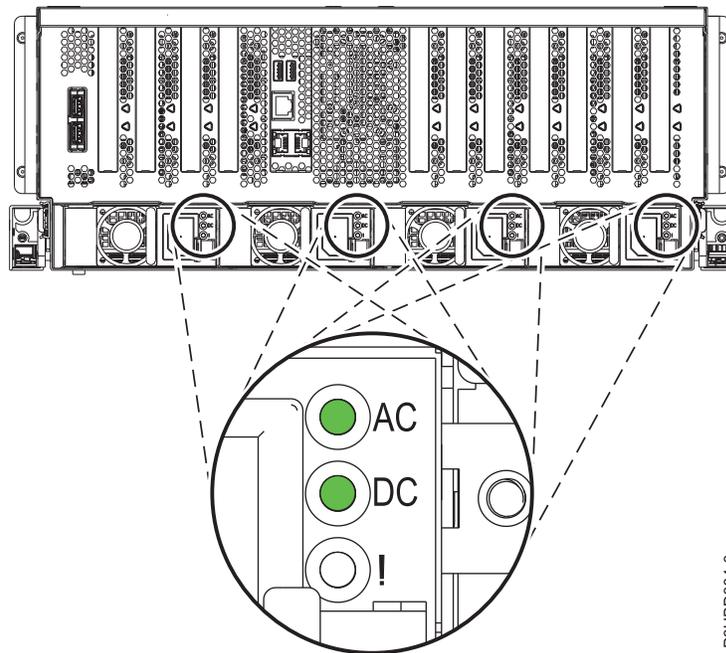

Figura 14. LED de una fuente de alimentación en funcionamiento
3. Fíjese en el estado de los LED de la fuente de alimentación sustituida, consulte la Figura 14 en la página 16. Los LED para esa fuente de alimentación deben hallarse en el estado siguiente: